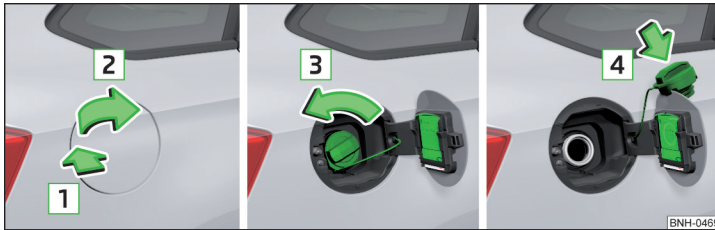

Abb. 230 Tankklappe aufklappen / Tankverschluss herausdrehen / Tankverschluss auf die Tankklappe stecken
- Auf die Tankklappe in Pfeilrichtung **1** drücken und diese in Pfeilrichtung **2** aufklappen » Abb. 230.